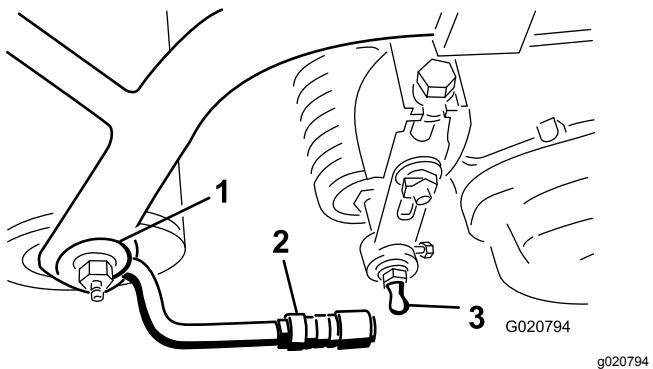

Figura 8
3. Fate scorrere il manicotto sulla piastra ricevente del giunto sferico e agganciate la piastra ricevente sul prigioniero a sfera dell'apparato di taglio. Rilasciate il manicotto in modo che scorra sul prigioniero e blocchi l'intero gruppo (**Figura 8**).